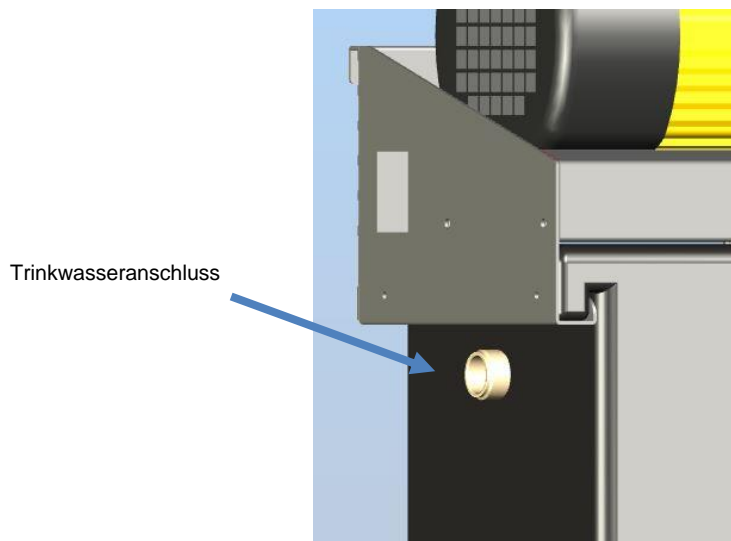

Abbildung 8: Anschluss der Trinkwassernachspeisung
Die Trinkwasserleitung mit dem Trinkwasseranschluss (siehe Abbildung 8) auf der rechten oberen Seite des *Regenmanager*[®] verbinden und eindichten.
1. Trinkwasseranschluss mittels der 2-teiligen Verschraubung dicht und fest mit dem Schwimmerventil verbinden, siehe Abbildung 8.